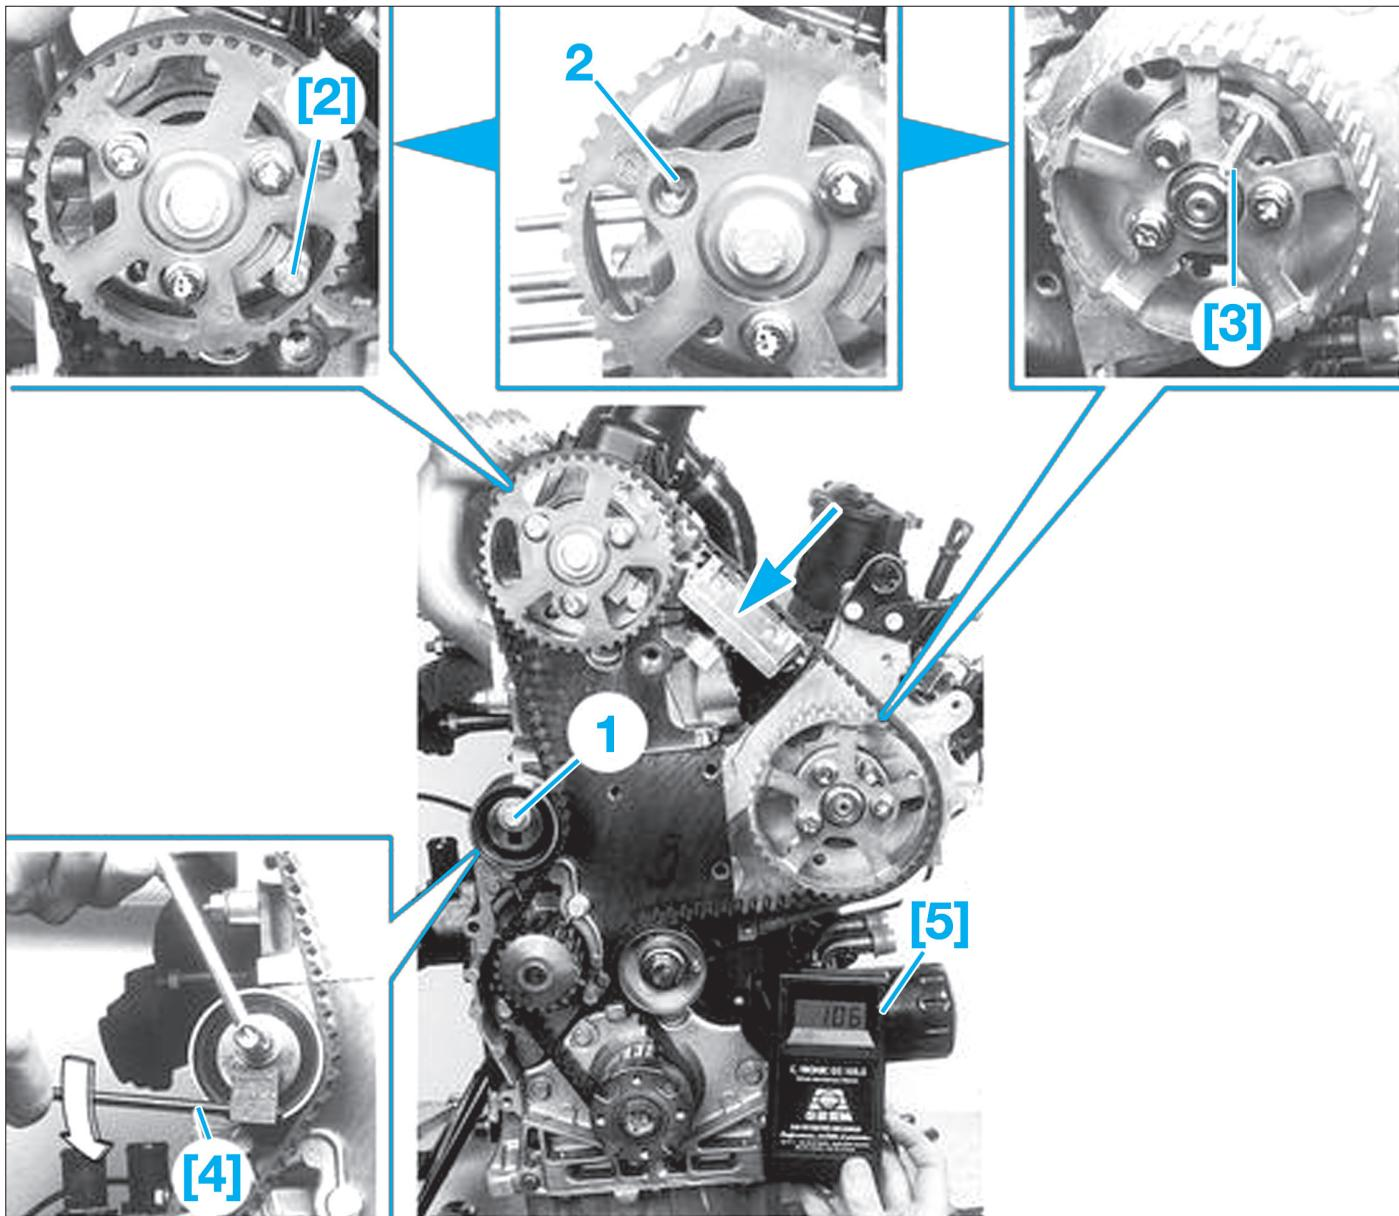

FIG. 15
- [2]. Pige de calage de la roue dentée d'arbre à cames (Ref. PSA 0188E) (vis M8 x 80 x 125) (Fig.15).
- [3]. Pige de calage (\varnothing 6 mm) (Ref. PSA 0188H) (Fig.15).
- [4]. Clé avec embout carré de 8 mm (Ref : PSA 0188-J1) (Fig.15).
- [5]. Outil de contrôle de la tension de la courroie de distribution SEEM (Fig.15).
- Piger l'arbre à cames à l'aide de l'outil [2] (Fig.15).
- Desserrer la vis de fixation du galet tendeur (1) pour détendre la courroie puis resserrer en position détendue.
- Desserrer la vis de fixation du galet tendeur (1) pour détendre la courroie puis la resserrer en position détendue.
- Mettre l'outil [5] de contrôle de tension de la courroie en place (Fig.15).